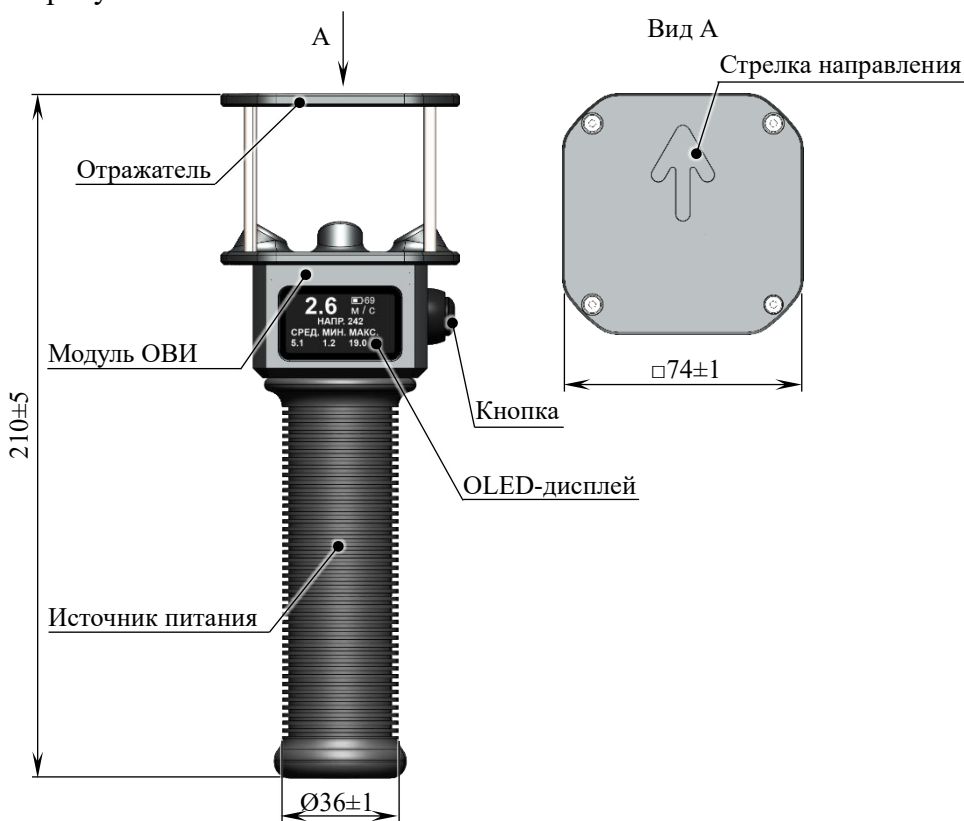

Рисунок 1 - Внешний вид и габаритные размеры
1.3.2 В состав анемометра входят следующие основные составные части (см. рисунок 1):
1.4.6 Модификация АРУ измеряет скорость и направление ветра относительно стрелки на изделии (см. рисунок 1, вид А).
1.4.7 Для модификации АРУ ноль шкалы направления ветра отсчитывается от направления стрелки на верхней части изделия (рисунок 1, вид А).